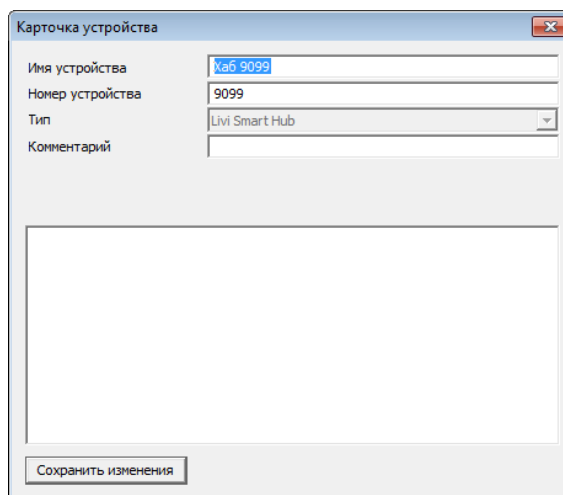

Рисунок 4.16 – Карточка объектового устройства
1. Карточка объектового устройства для подключенного хаба (см. рисунок 4.16).